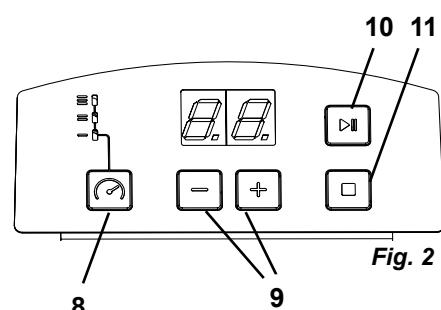

Fig. 2
⇒ Régler le temps de nettoyage avec la touche + / - (9, Fig. 2)
⇒ Sélectionner/régler l'intensité à l'aide de la touche de sélection (8, Fig. 2).
⇒ Démarrer le processus de nettoyage en appuyant sur la touche Start / Pause (10, Fig. 2).
- Il peut-être mis fin au processus de nettoyage à tout moment en appuyant sur la touche Stop (11, Fig. 2) avant l'expiration du temps de nettoyage.
⇒ Terminez le processus de nettoyage en appuyant sur la touche Stop (11, Fig. 2).